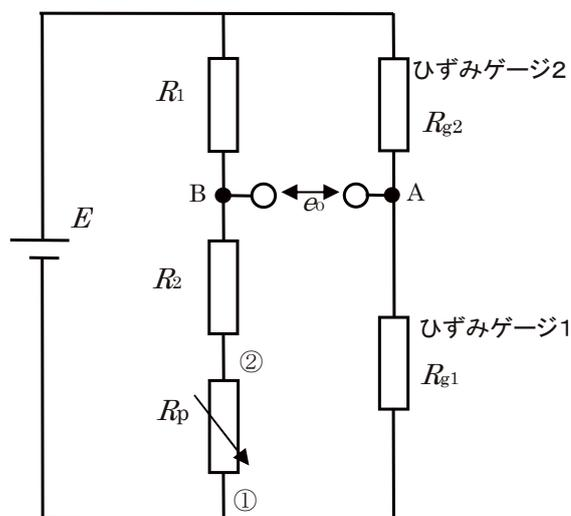

図 2-4
(1) 図 2-4 に示す回路において、図の AB 間の電圧 e_0 を、電源電圧 E 、抵抗 R_1 、 R_2 、可変抵抗 R_p 、ひずみゲージの抵抗 R_{g1} 、 R_{g2} を用いた式で用いて表せ。ただし、電圧は B を基準とする。
(2) ブレッドボード上に、図 2-4 に示す回路を組む。ここで、抵抗 $R_1=1.1\text{ k}\Omega$ 、 $R_2=1.0\text{ k}\Omega$ である。